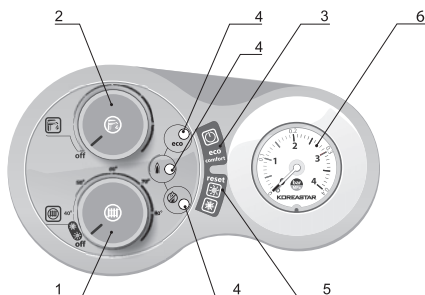

Рис. 3. Общий вид панели управления
- Нажмите кнопку включения (см. рис. 3 поз. 3) и удерживайте ее, пока котел не включится;
Если на панели управления отобразится ошибка (см. разд. 11.1), нажмите кнопку RESET («Сброс») (см. рис. 3 поз. 5). В следующие 30 секунд система повторит цикл розжига.
- Поверните на минимум обе ручки (см. рис. 3, поз. 1 и 2).
- Нажмите и удерживайте в течение 5 секунд кнопку выключения котла (см. рис. 3 поз. 3);
С помощью ручки регулировки ОВ (см. рис. 3, поз. 1) можно изменить температуру с минимальной 30 °С до максимальной 85 °С.
С помощью ручки регулировки ГВС (см. рис. 3, поз. 2) можно изменить температуру с минимальной 35°С до максимальной 55 °С.
В зависимости от положения ручек регулировки ОВ и ГВС (см. рис. 3, поз. 1 и 2) можно выключить котёл, переключить режимы Зима/Лето или отключить ГВС.
Давление в системе ОВ контролируется по показаниям манометра, расположенного на передней панели котла (см. рис. 3, поз. 6).